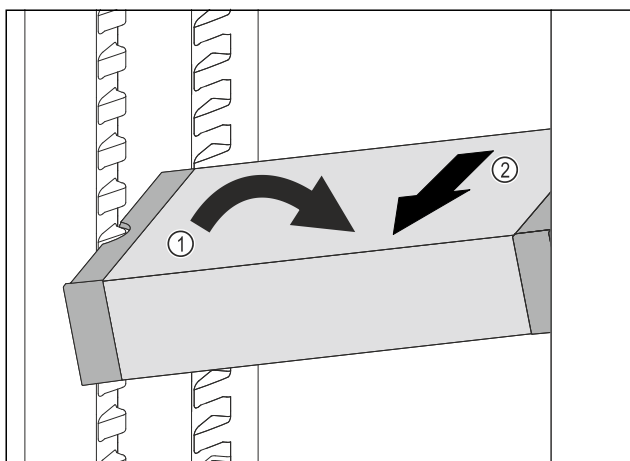

Fig. 99
- VarioSafe postavte v chladničce šikmo. Fig. 99 (1)
- VarioSafe odeberte směrem dopředu. Fig. 99 (2)